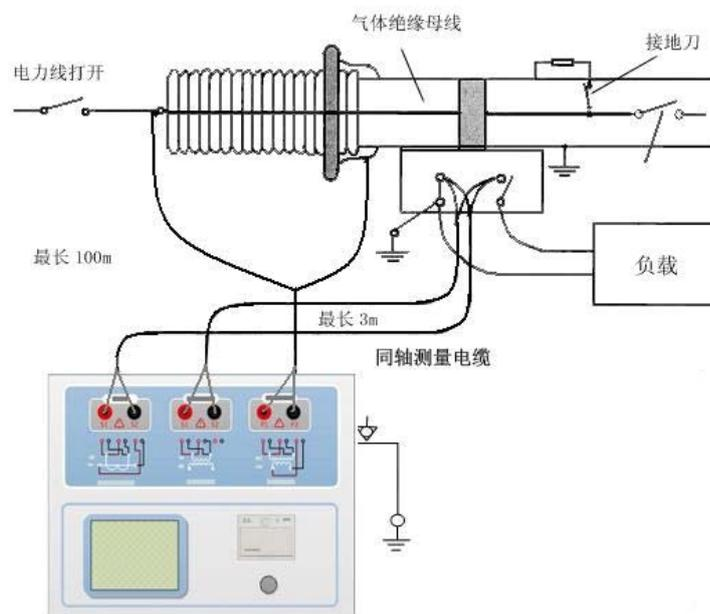

图 C.4 测试仪对 GIS (SF₆) 开关上的 CT 测试时的接线方式
4. 测试仪在对 GIS (SF₆) 开关上的 CT 测试时的接线方式如图 C.4 所示。